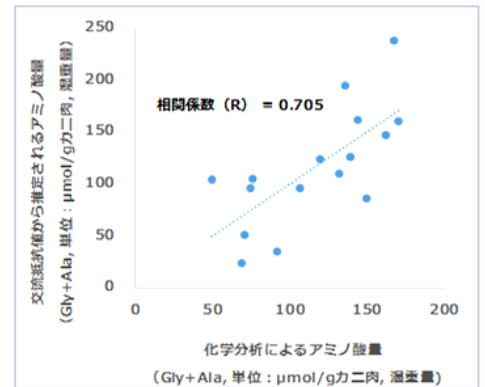

図 1 電気抵抗から推定される甘味アミノ酸量と化学分析による甘味アミノ酸量の相関
- 本研究で見出した体脂肪計のように電気抵抗を利用する技術を用いることで、カニに含まれる甘味アミノ酸量を非破壊で推定することができました（図 1）。